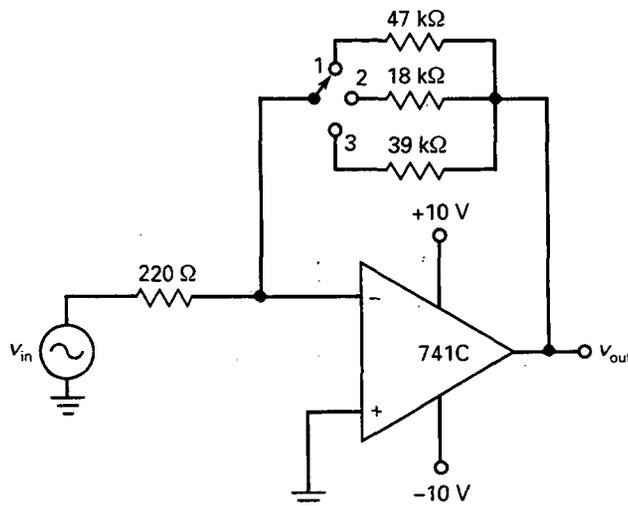

Figura 18-34
- 18-21. En la Figura 18-34, ¿cuál es la ganancia de tensión en lazo cerrado para cada posición del conmutador?